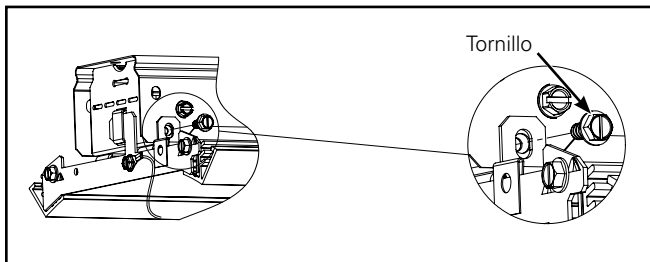

Figura 4.
4. Asegure el conjunto de la guía de onda al conjunto del canal con los tornillos suministrados, Figura 4. (Solo un lado de la luminaria) (Use una broca larga o una herramienta de ángulo recto).